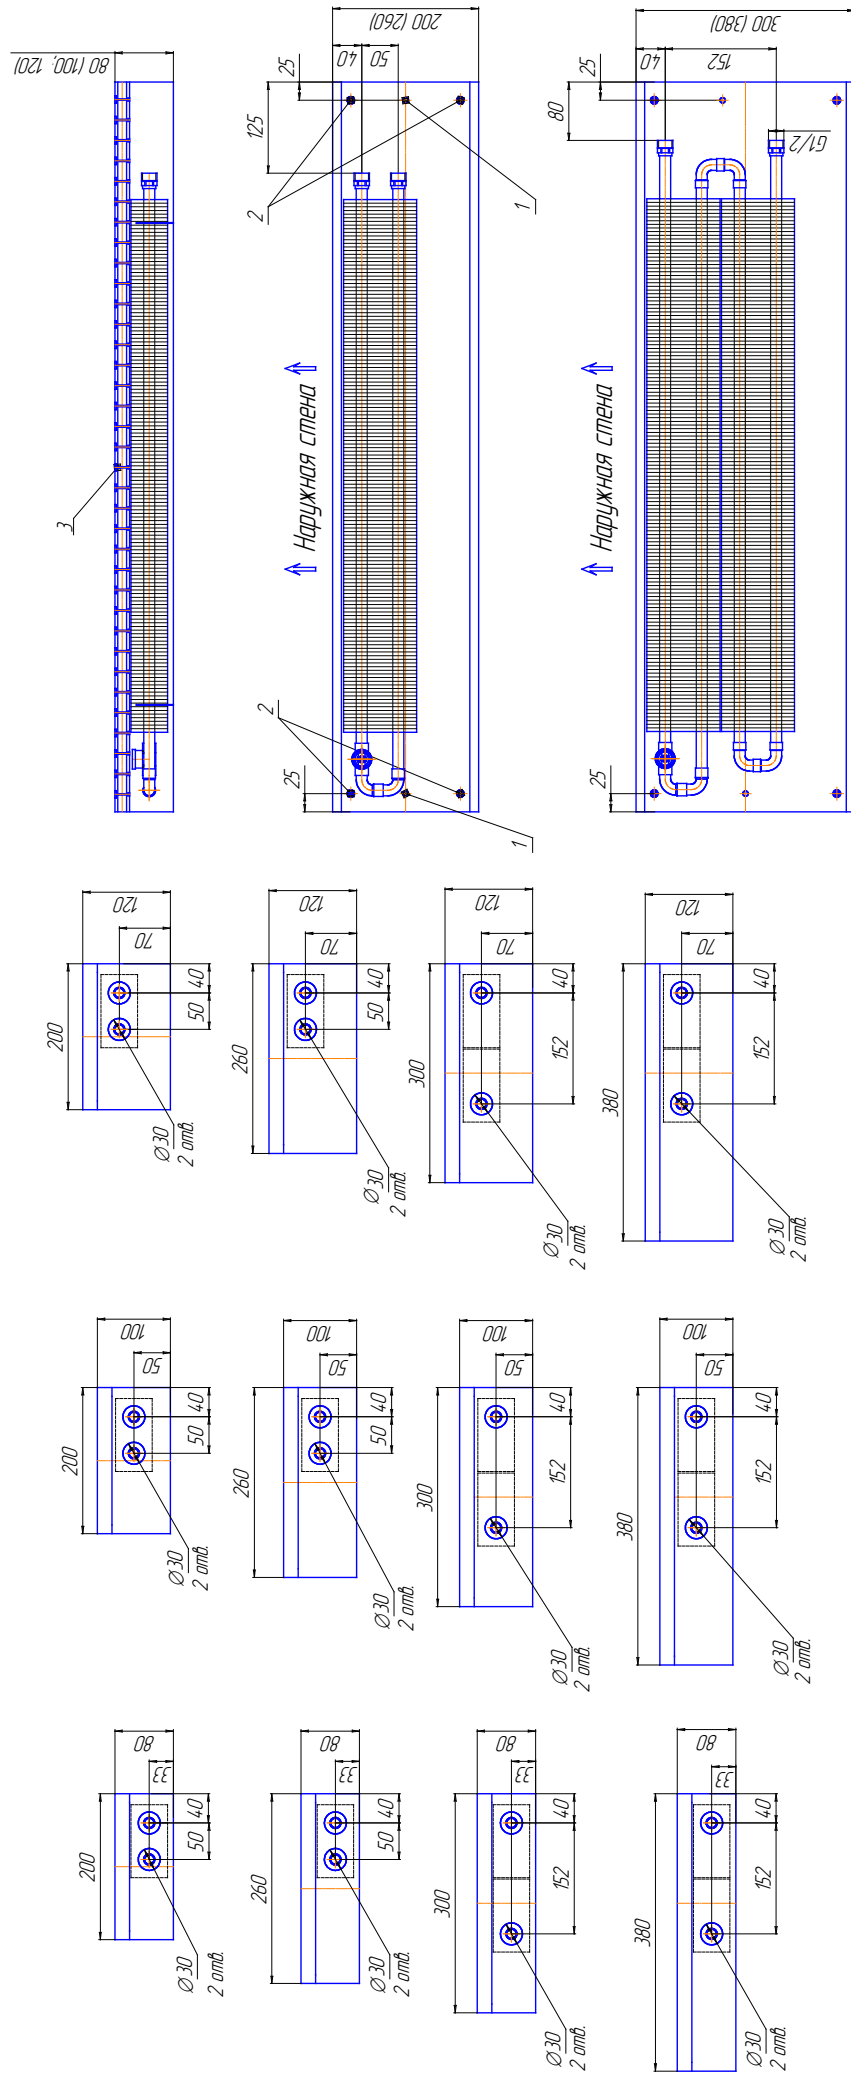
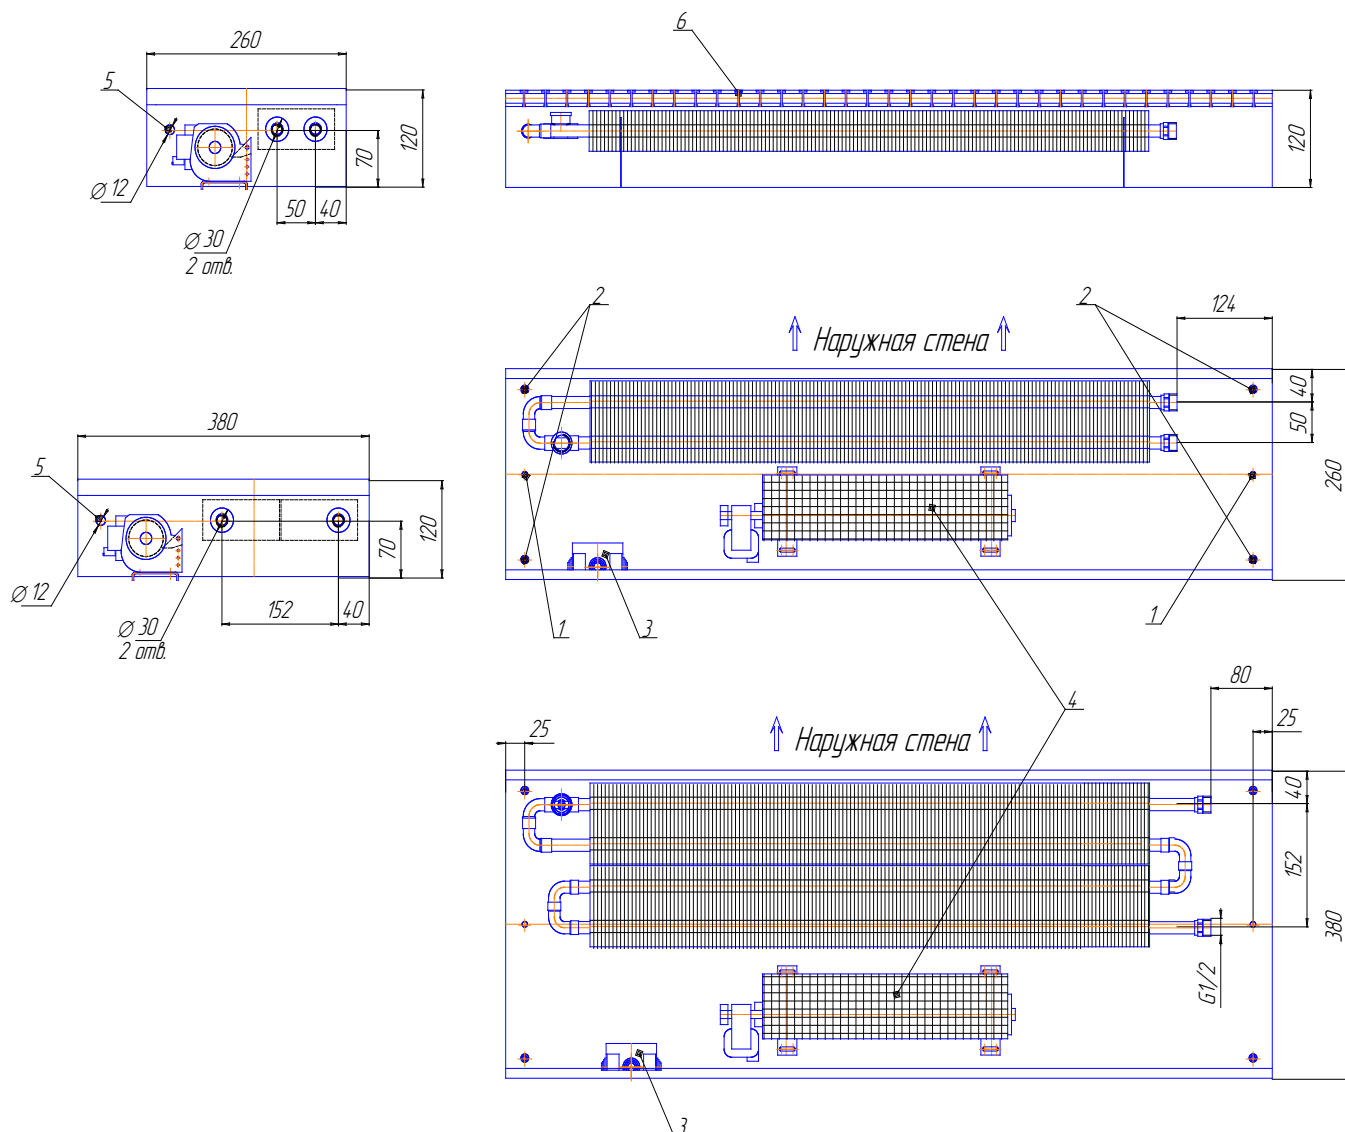

Рис. 8 Конвекторы «Бриз» (естественная конвекция).
Рис.9 Конвекторы «Бриз В» высотой 120мм
4. Вывернуть корпус конвектора, используя уровень и регулирующие винты (поз.2, рис.8, 9, 10), располагающиеся в углах корпуса конвектора таким образом, чтобы верхняя часть конвектора находилась на уровне «чистого пола» с допуском ± 1 мм. (При длине прибора более 2м вводятся дополнительные регулировочные и крепежные отверстия).
5. Вывернутый конвектор крепиться к полу с помощью крепежного набора. Крепежные отверстия находятся на дне корпуса (поз.1, рис. 8, 9, 10).
При проведении отделочных работ декоративную воздуховыпускную решетку (поз.3 рис.8, поз.6 рис.9, 10) снять, конвектор закрыть сверху защитной крышкой, чтобы не допустить попадания строительного мусора внутрь конвектора.